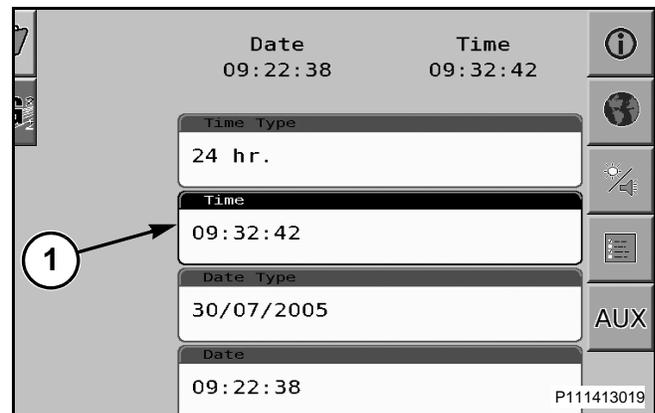

FIG. 85
FIG. 85: Para seleccionar la hora desplácese hasta la casilla de hora (1) para resaltarla y a continuación presione el botón de la rueda de selección para seleccionarla.